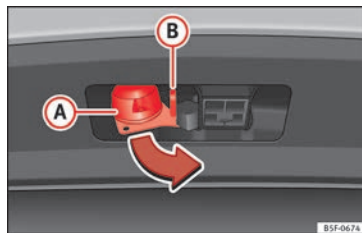

Fig. 234 Tourner le connecteur à 13 broches
- Saisissez le connecteur à 13 broches par la zone (A) et retirez-le dans le sens de la flèche »» fig. 234.
- Saisissez le connecteur à 13 broches par la zone (A) et introduisez-le dans le sens inverse de celui de la flèche »» fig. 234.
L'œillet de sécurité (B) »» fig. 234 sert à attacher le câble de retenue de la remorque.